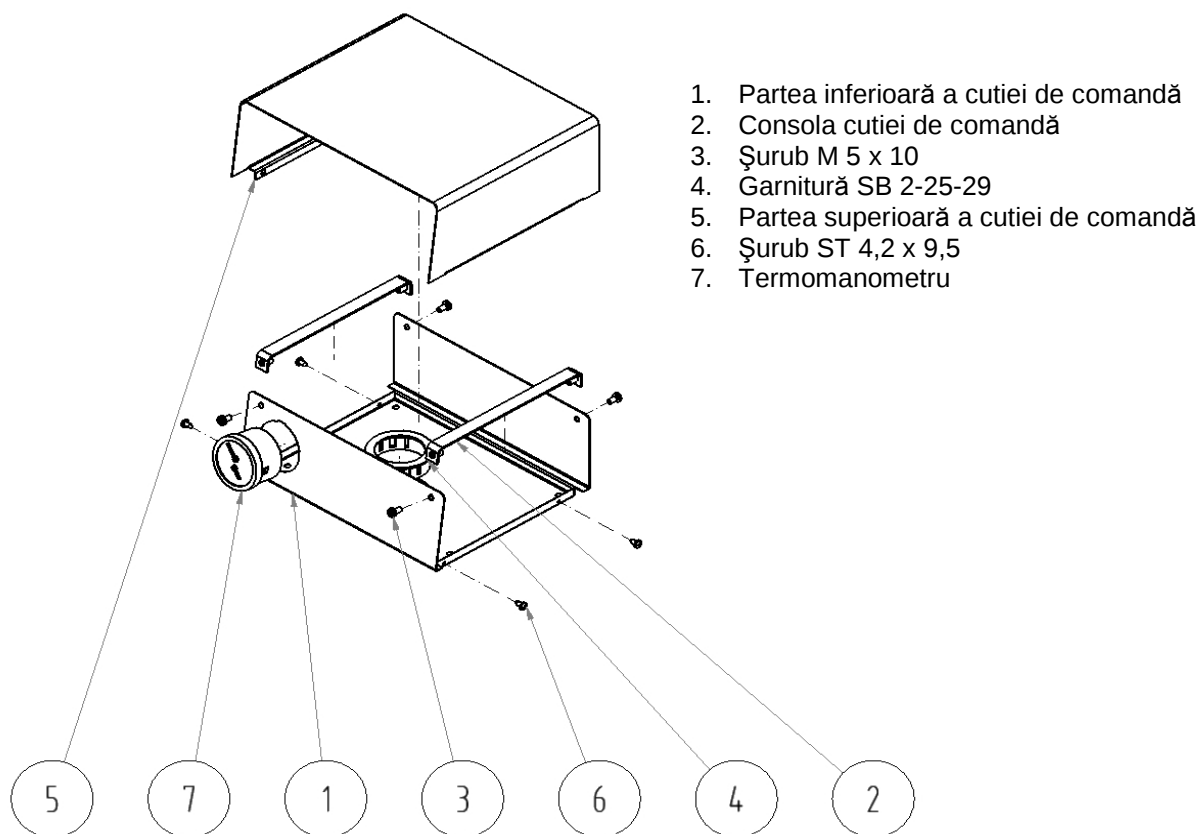

Fig. Nr. 21 Montarea cutiei de comandă
5.3.2.2 Montarea panoului superior în cazul cazanelor prevăzute cu cutie de comandă (vezi fig. nr. 21)